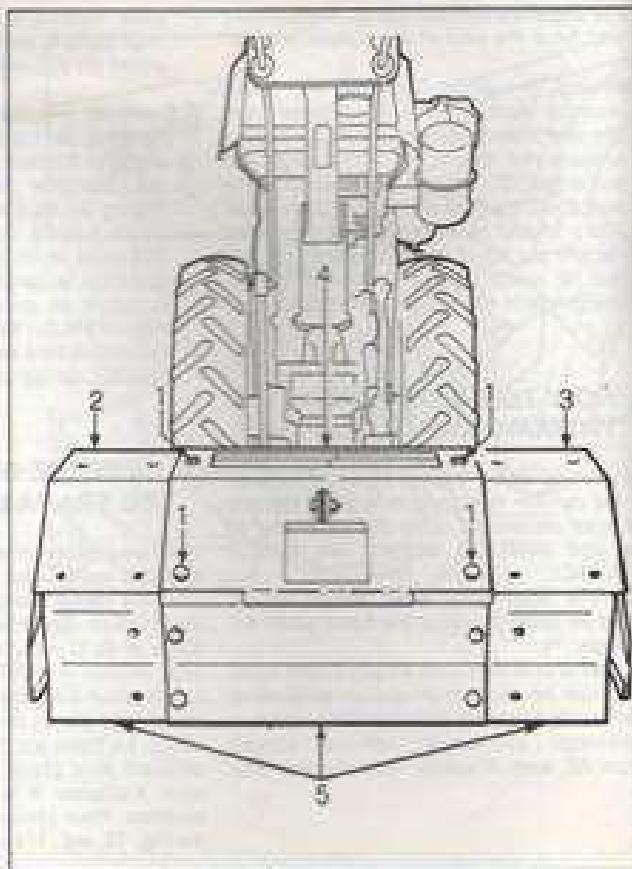

Fig. 19 - Bild 19
The tiller is provided with an adjustable hood which can be situated in various extensions to be made fit to the hoes working width. Adjustment procedure: remove screws (figure 19, item 7) which hold the two side
La largeur de travail est réglée en tournant les binettes extérieures et/ou en ajoutant ou enlevant des émiettoises munies de binettes en fonction des dimensions de départ de la fraise et de la mesure que l'on désire obtenir (voir section AVANT-PROPOS). La variation aux binettes effectuée, il y aura lieu d'arranger en conséquence la largeur du capot. La fraise est dotée d'un capot réglable pouvant être placé en largeurs différentes pour s'adapter à la largeur de travail des binettes. Pour obtenir le réglage, enlever les vis (fig. 19, rep. 1) fixant les deux capots laté-
Die Fräse ist mit einer einstellbaren Haube versehen, welche auf verschiedenen Breiten zur Anpassung an die Arbeitsbreite der Hocken angeordnet werden kann. Zur Durchführung der Einstellung die Schrauben (Bild 19, Detail 1) zur Befestigung der beiden